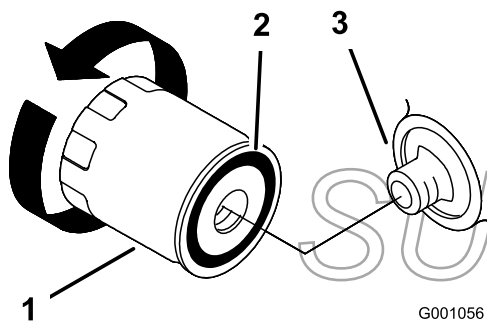

Figura 21
2. Togliete il filtro usato e tergete la superficie della guarnizione dell'adattatore del filtro (Figura 21).
3. Spalmate un velo di olio nuovo sulla guarnizione di gomma del filtro di ricambio (Figura 21).
4. Montate il nuovo filtro dell'olio nell'adattatore, giratelo in senso orario finché la guarnizione di gomma non sfiora l'adattatore, quindi serrate il filtro di altri 2/3 di giro o 1 giro (Figura 21).